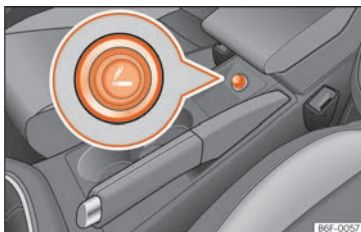

Abb. 160 Zigarettenanzünder.
- Zur Betätigung Zigarettenanzünder »» **Abb. 160** hineindrücken »» ⚠.